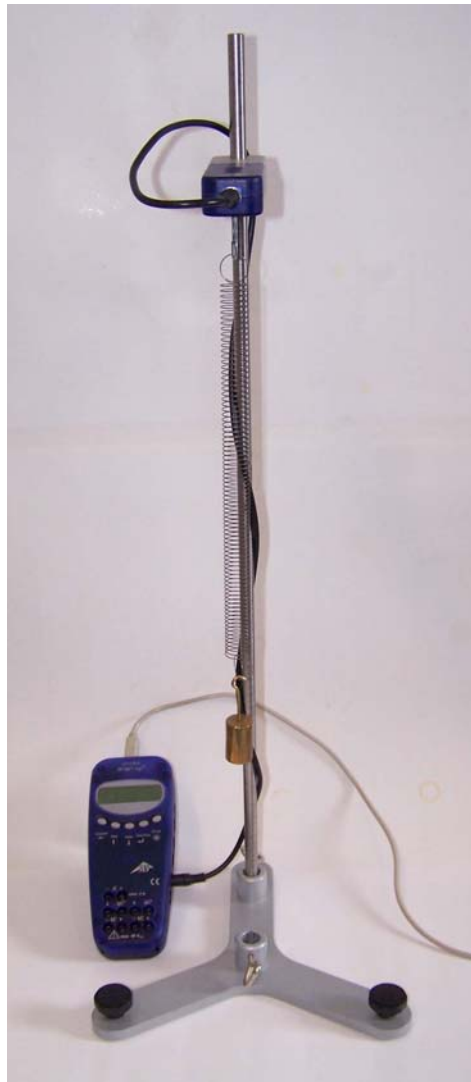

Fig. 1 Medición de las oscilaciones levemente amortiguadas de un sistema masa – muelle.
- Montaje experimental de acuerdo con la Fig. 1.
- El cable de conexión del sensor de fuerza ± 50 N se enrolla alrededor de la varilla soporte, como se muestra en la Fig. 1.